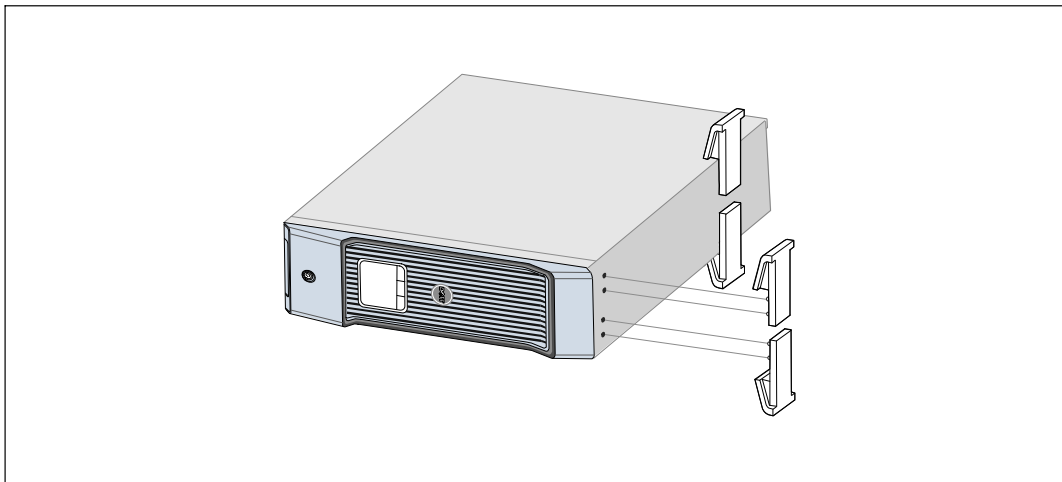

Figura 24. Cómo Instalar los pedestales
- 7 Coloque el gabinete horizontalmente de modo que el extremo derecho del gabinete sea accesible (consulte la Figura 24).